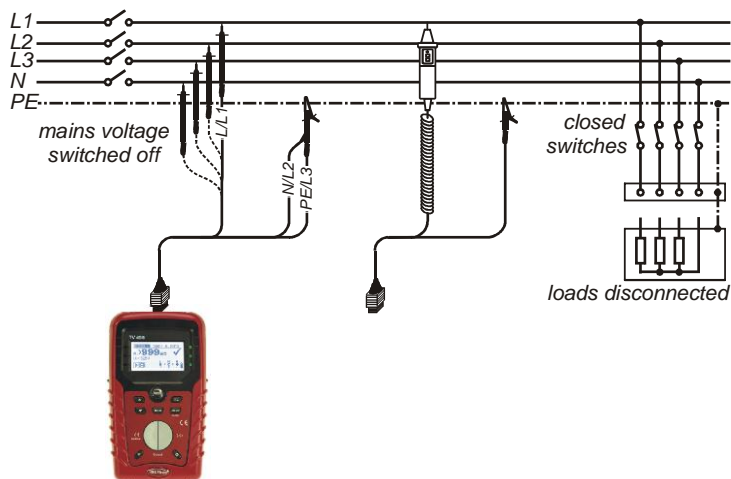

Bild 5.6: Anschlüsse für die Messung des Isolationswiderstandes
- **Schließen** Sie die Prüfleitung am Instrument und am Prüfling an (siehe Bild 5.6).